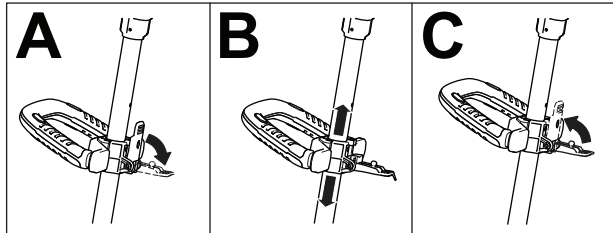

Bild 14
1. Lösen Sie den Riegel des Hilfsholms (A in Bild 14).
2. Schieben Sie den Hilfsholm nach oben oder unten in die gewünschte Höhe (Bild 14).
3. Schließen Sie den Riegel des Hilfsholms, um den Hilfsholm zu arretieren (C in Bild 14).